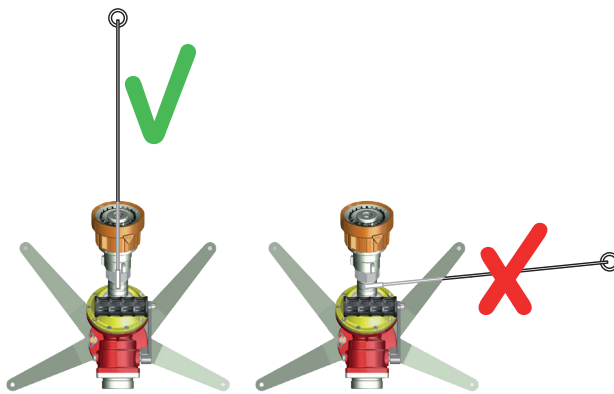

Fig. 5
- **2** - Le point d'arrimage doit être situé dans le même axe que la lance et la cible à atteindre (Fig. 5).